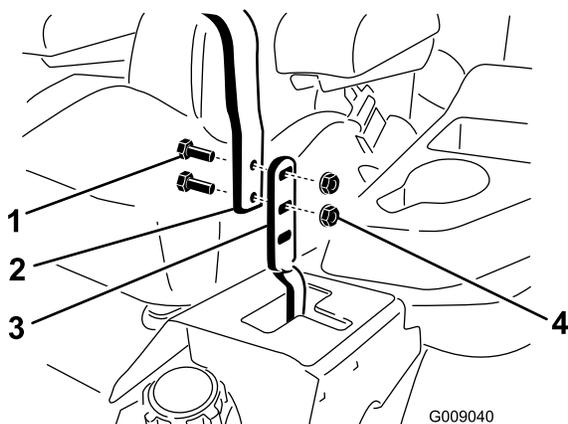

Figura 81
3. Allentate i bulloni e i dadi delle flange montati sulle leve (Figura 81).